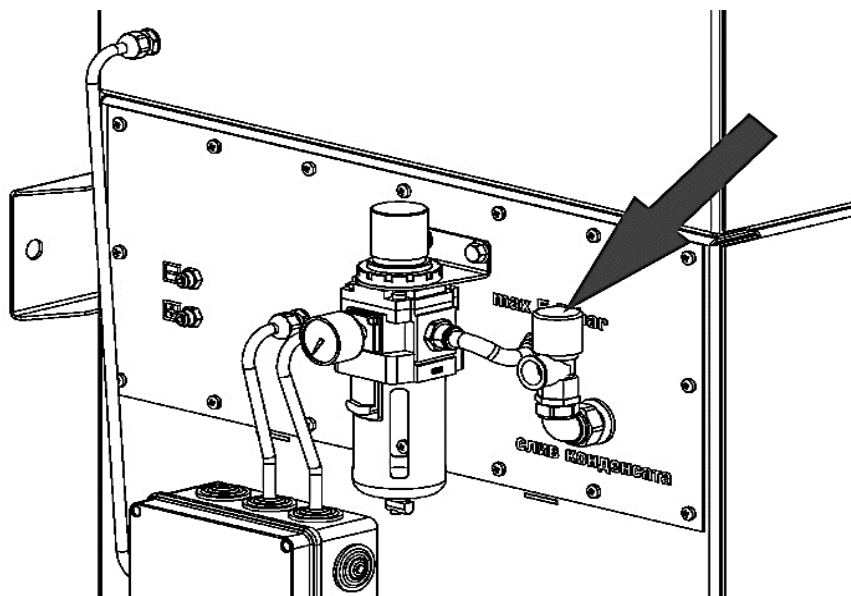

Рисунок 7
6.5.3 Под предохранительный клапан необходимо установить подходящую ёмкость для сбора конденсата (рисунок 7). Затем следует плавно повернуть ventиль предохранительного клапана против часовой стрелки и выпустить воздух из ресивера вместе со скопившейся влагой.